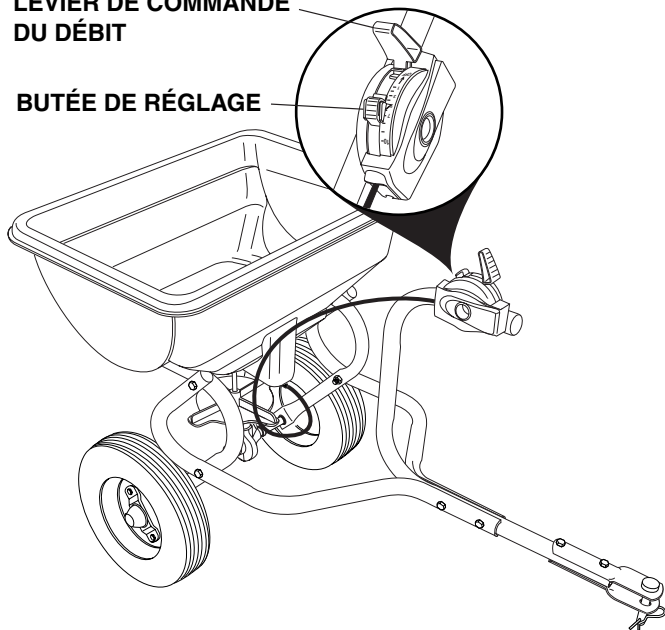

FIGURE 5
2. Déplacez le levier de commande de débit jusqu'à ce qu'il se bloque dans la butée de réglage. Le levier sera ainsi bloqué dans la position désirée. Voir Figure 5.